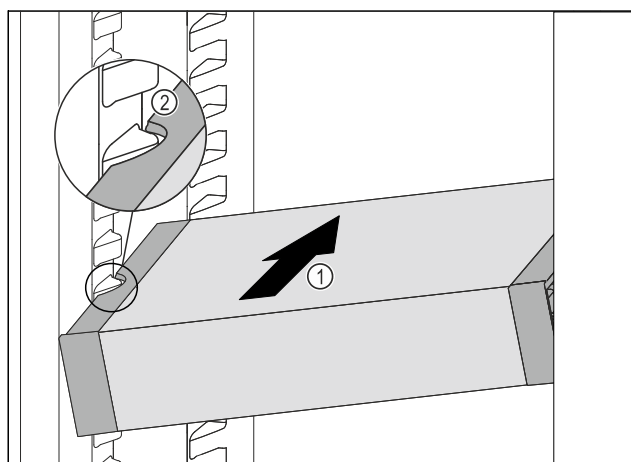

Fig. 109
- ▶ 将 VarioSafe 斜插入冷藏区中 Fig. 109 (1)，直至 VarioSafe 的侧部凹槽 Fig. 109 (2) 与冷藏区中的容器肋梁持平。